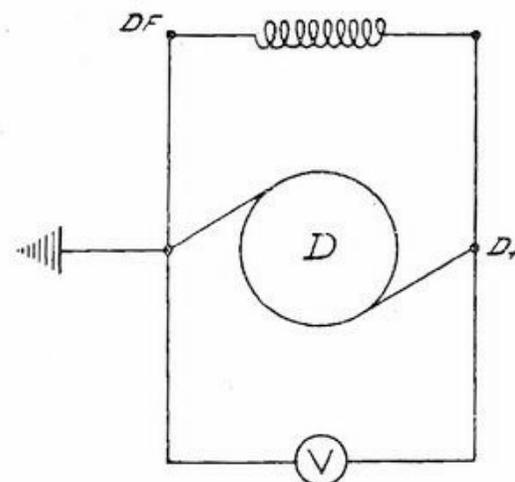

Fig. 120 - Schema prova dinamo a vuoto.
a) Prova a vuoto: Montare la dinamo sull'apposito banco prova. Collegare il morsetto DF alla massa ed inserire il voltmetro tra il D + e la massa (fig. 120). Aumentare lentamente i giri fino ad ottenere la tensione di 6 V. A questo punto il numero di giri deve risultare minore o uguale a 1450 g/1'.